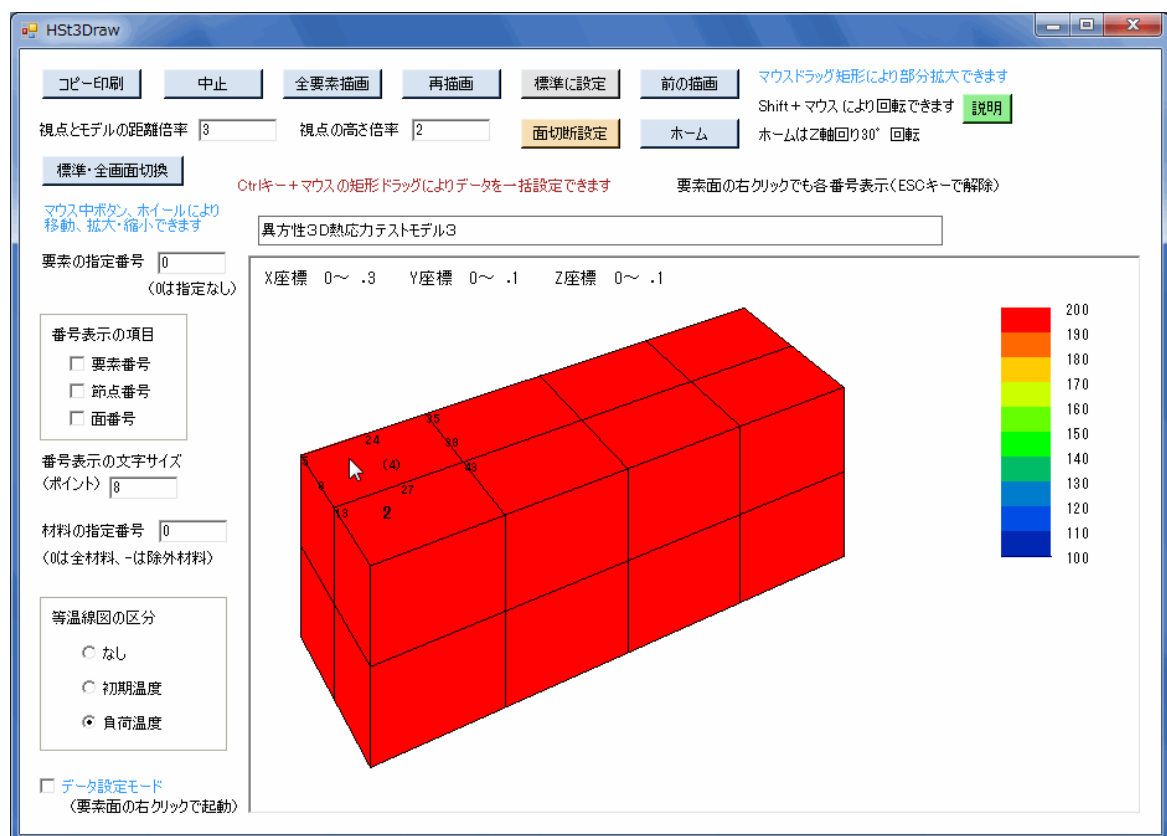

図4-19 構造作画における要素面の右クリック画面例
◇面番号は()付きの数字で作画されます（後掲の図4-19参照）。
15) 任意の要素面を右クリックすると、図4-19のように当該要素面の要素番号・節点番号・面番号が表示されます。